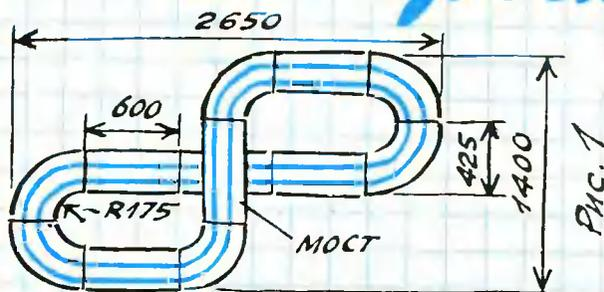
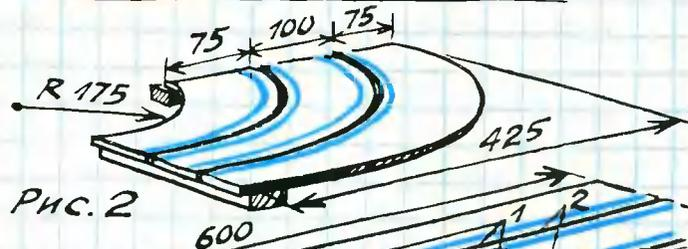

Рис. 1
Рис. 2
Посмотрите на рисунок 1. Перед вами модель жесткого ракетоплана, который является, по существу, вертикально взлетающим самолетом. Большим преимуществом его является то, что такие ракетопланы можно поднимать в воздух много раз.
Разновидностью этого типа можно считать ракетоплан, выполненный по схеме «рама» [рис. 2]. Преимущество «рамы» — расположение двигателя по оси модели. К тому же «рама» имеет меньший вес при равной несущей поверхности крыла.
Общие размеры конструкции — 2650 мм × 1400 мм (рис. 1). Форма — восьмерка и один мост на прямом участке (просвет моста — 80 мм). Дорога состоит из шести поворотов (рис. 2) и шести прямых участков, длиной 600 мм каждый (рис. 3). Все участки соединяются вместе и образуют проезжую часть. Каждый отрезок состоит из трех оснований (1), между которыми оставлен промежуток шириной в 2—3 мм (2). Основание изготавливается из фанеры толщиной 8—10 мм и крепится на деревянных брусках гвоздями или клеем (рис. 3а).
НИИ школьного оборудования Академии педагогических наук. Они создали лабораторный выпрямитель (рис. 1).
Выходное напряжение — 4 в, рабочий ток — 2 а, а внутреннее сопротивление — около 0,5 ом. Собиран по двухполупериодной схеме (рис. 2).